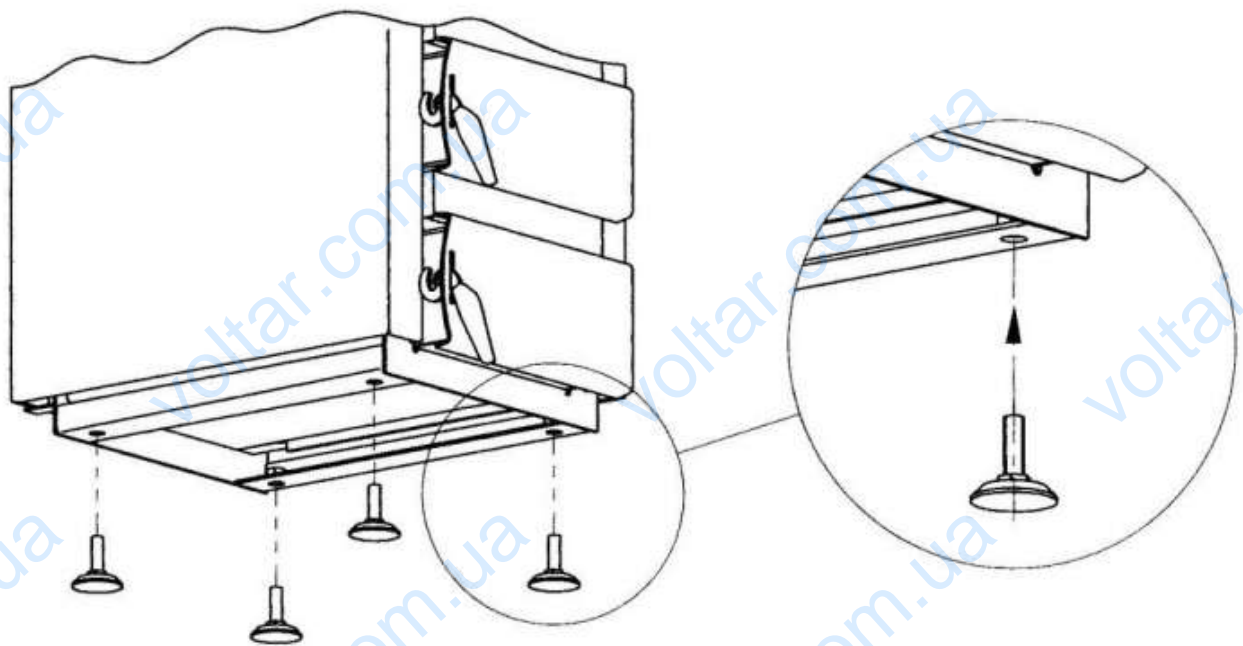

Рис. 5. Встановлення котла
**А.** Котел встановити на негорючій основі, використовуючи теплоізолюючу плиту більшу принаймні по 2 см. на сторону від бази котла. Якщо котел розміщений у підвалі, радимо поставити його на підмурівок висотою 5-10 см. Котел потрібно розмістити горизонтально. Для горизонтального розміщення котла служать 4 ніжки, які можна вкрутити в отвори в основі котла (Рис.5).